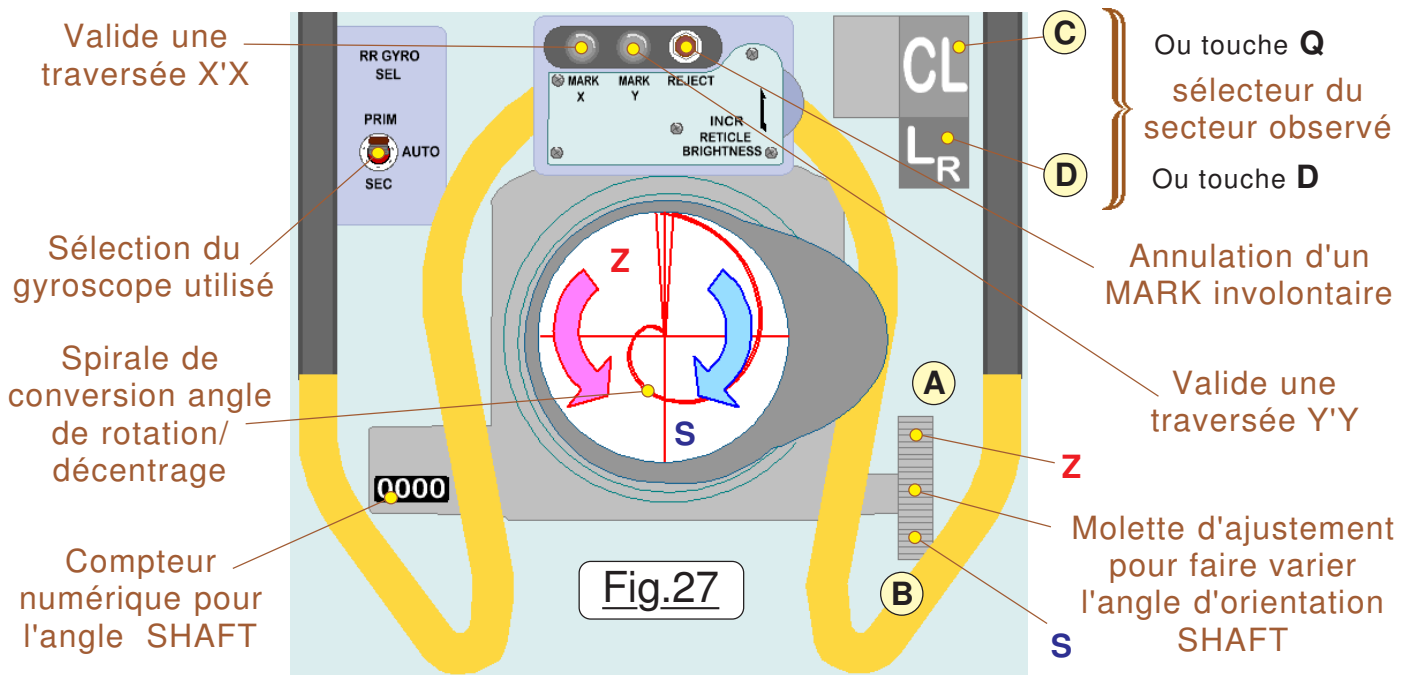

Fig.27
Bien que réutilisant le nom donné à la rotation "centrale" d'orientation des systèmes optiques du CSM, pour le LM il n'a pas du tout la même finalité. Sur l'instrument du CSM l'axe SHAFT fait "tourner l'image en torsion", avec pour but d'ajuster le centrage d'une étoile de référence à la croisée des réticule. On va voir que sur le LM cette rotation ne change en rien la vision que nous avons du ciel profond. Pour cette expérience, charger **06) Les optiques du LM en vol.scn** dans laquelle le module lunaire vole des "ses propres ailes" et entièrement "électrisé". Comme précisé dans le scénario, isolez les deux batteries du module de remontée qui à ce stade du vol doivent rester débranchées. Revenez sur le tableau central puis **[CTRL]**  et **[CTRL]**  pour passer sur l'oculaire de l'optique de bord. Par les commandes devenues routinières, visualisez les étoiles de référence. Avec **/ num** forcez le mode rotation et avec **1 num** provoquez un dérapage latéral pour permettre à **Peacock (42)** de devenir bien visible dans le champ visuel de notre instrument. Puis, avec **5 num** imposez un KILL ROT par la technique habituelle d'Orbiter. Plus rien ne bouge dans le champ visuel, le décor est bien immobile. (Voir la Fig.26) Avec les touches **Z** et **S** du clavier, (Voir la Fig.27) animez la mécanique virtuelle. On retrouve une rotation de torsion comme nous l'avons expérimenté sur le CSM. Mais on constate bien que faire tourner l'alidade n'aura pas l'effet de rendre plus ou moins visibles diverses étoiles de référence. De plus **Peacock (42)** reste sagement à sa position dans le champ et ne vient pas du tout vers la croisée du réticule. À quoi peut donc servir cette étrange spirale linéaire et son mouvement de rotation particulier ?
des réticules rouges. Considérons la Fig.27 qui représente l'optique du LM avec les inverseurs de commandes agrandis par rapport au système pour mieux les discerner. Recalcr à zéro l'alidade comme sur la Fig.26, préalable à un recalage en orbite. Vous pouvez à votre guise utiliser les touches **Z** et **S** du clavier, mais vous obtiendrez exactement le même résultat en cliquant en **A** et **B** de la molette d'ajustement. Sur le LMC le programme d'alignement en orbite est engagé et attend la première validation, le code de l'étoile de référence est déterminé. Avec **1 num** et **8 num** amorcez une rotation relativement lente du LM à l'aide de